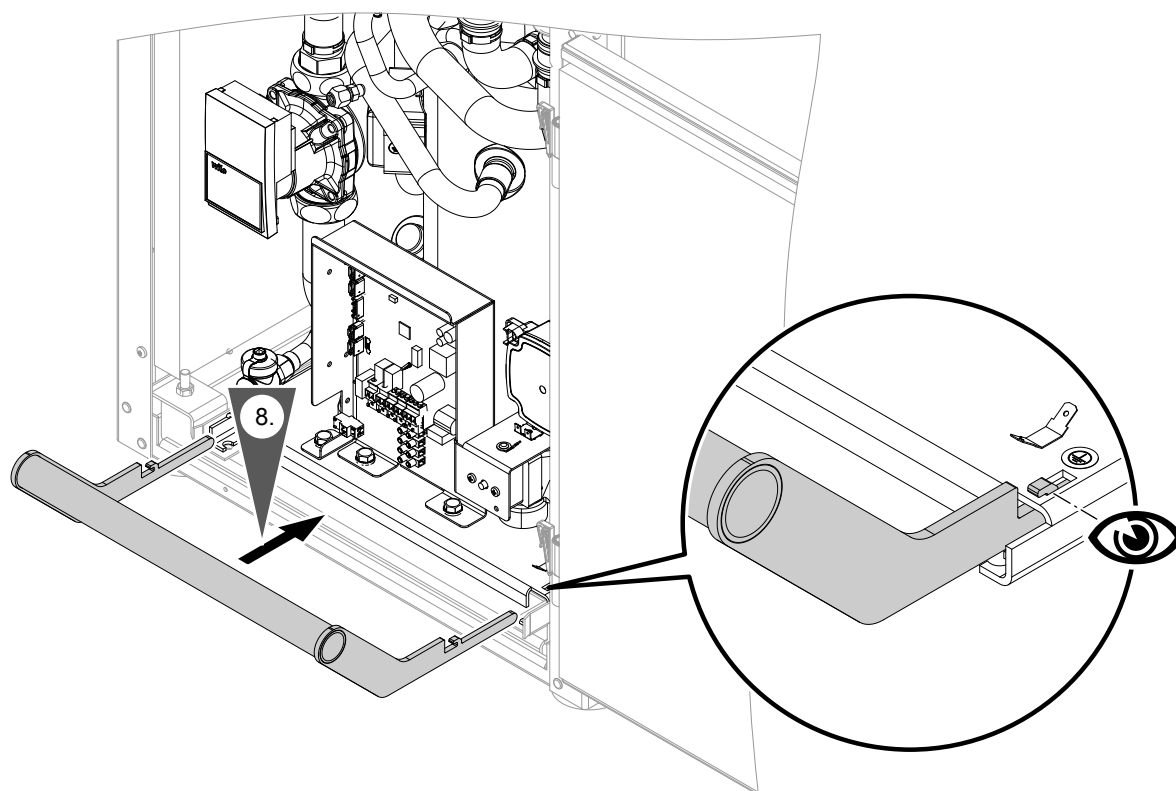

Fig. 8
1. Cuplați ambele etriere de la dispozitivul auxiliar de transport la modulul de pompă de căldură, în față și în spate: vezi fig. 8 la pagina 17.